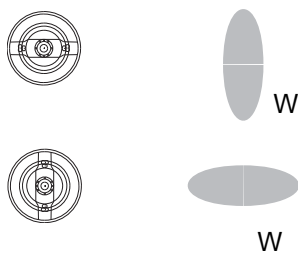

Fig. 11. Położenie osłonki powietrznej
3. Odkręcić pierścień ustalający osłonki powietrznej i przekręcić osłonkę powietrzną, aby uzyskać poziomy wzór natryskiwania. Patrz FIGURE 11. Dokręcać pierścień ustalający, do momentu aż osłonka powietrzna będzie bezpiecznie spoczywać na miejscu; obracanie rogów osłonki powietrznej ręką nie powinno być możliwe.